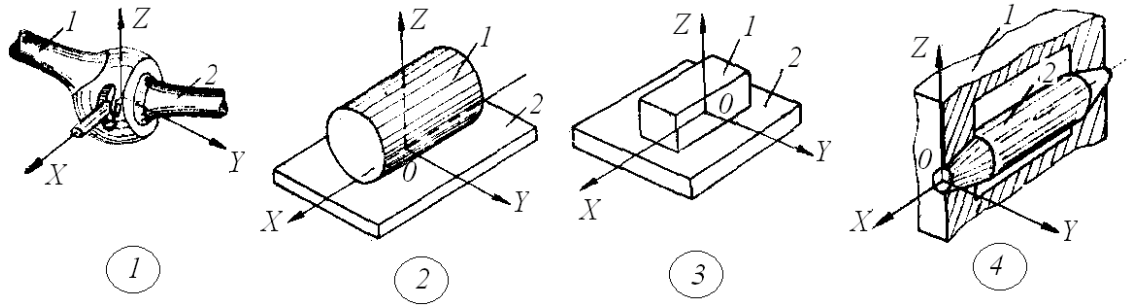

Рис. 1.3.
13. Какая из четырех кинематических пар (рис. 1.3) является парой 3-го рода (трехподвижной)?
14. Какая из четырех кинематических пар (рис. 1.3) является парой IV класса?
15. Какая из четырех кинематических пар (рис. 1.3) является парой вида В?
16. Какая из четырех кинематических пар (рис. 1.3) является высшей парой?